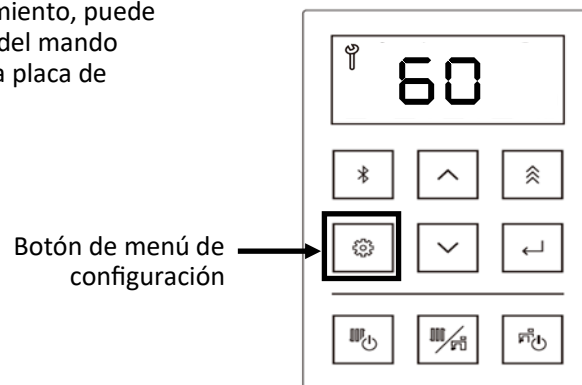

Figura 149
16. La pantalla muestra "60" (figura 149), que indica el tiempo de lavado restante en minutos. El número disminuye en 1 cada minuto. Por algunas razones, es necesario detener el lavado, parar la bomba. El número en la pantalla no disminuye mientras la unidad no detecta flujo de agua. Cuando la bomba vuelve a funcionar, el tiempo de lavado restante vuelve a disminuir también.
Nota: Si necesita cancelar este procedimiento, puede pulsar el botón Menú de configuración del mando (figura 149), o pulsar el botón SW3 de la placa de circuito impreso (figura 147).